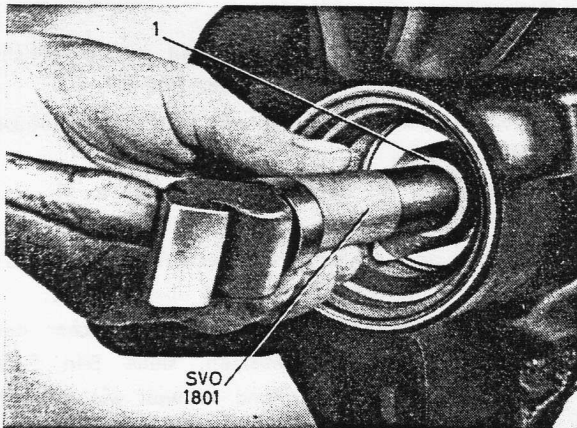

Bild 5-24. Ausbau des Lagerrings
10. Äussere Lagerringe ausbauen, falls erforderlich, siehe Bild 5-24. Dorn SVO 1801 und Platte SVO 4064 für vorderen Lagerring, und Platte SVO 2207